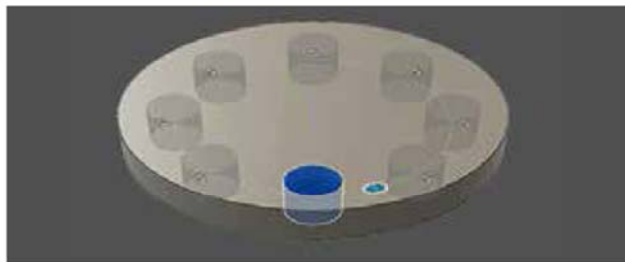

图 2-59
- **环形阵列：**创建重复的面、实体、特征和零部件，并按环形和圆弧阵列排列它们。选择要阵列化的对象，然后选择要绕其旋转的轴以及数量，如图 2-59 所示。